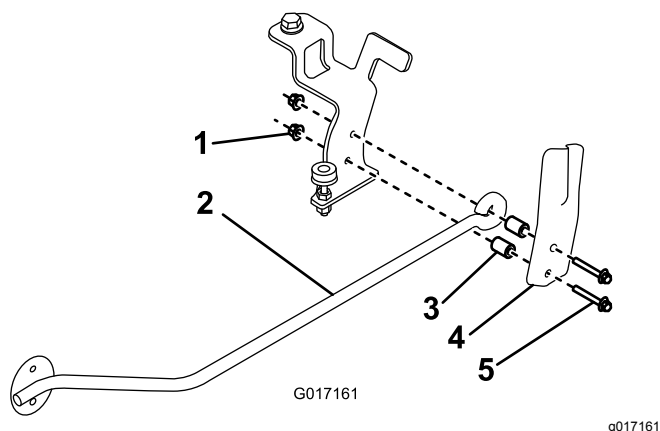

Рисунок 3
5. Прикрепите пружину щетки и стержень щетки к кронштейну щетки при помощи 2 болтов (M6 x 40 мм), проставок и контргаек (M6), как показано на Рисунок 3.